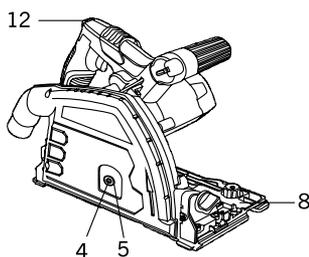
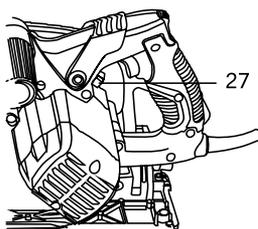

Fig. 1
Fig. 2
2. Appuyez sur le dégagement de plongée (12), tournez la tête de scie dans le sens horaire jusqu'à ce que le boulon de fixation de la lame et la fenêtre de protection soient dans la même position. (Fig. 1)
3. Insérez la clé hexagonale pour lame de 5 mm dans le boulon de fixation de la lame (4). (Fig. 1)
4. Appuyez sur le levier de verrouillage de l'axe (27) (Fig. 2) et tournez la vis hexagonale de la lame dans le sens antihoraire et retirez la vis de la lame et la bride extérieure (5). (Fig. 1)
REMARQUE : Si l'arbre tourne avec la vis de la lame, appuyez sur le levier de verrouillage de la lame (27) et tournez lentement la vis de la lame jusqu'à ce que le levier de verrouillage enclenche l'axe (Fig. 2).
6. Placer la bride extérieure (5) sur l'arbre et vissez la vis de la lame (4) dans l'arbre. (Fig. 1)
REMARQUE: Appuyez sur le levier de verrouillage de l'axe (27) et tournez lentement la vis de la lame dans le sens horaire jusqu'à ce que le levier de verrouillage enclenche l'axe. Continuez de tourner la vis de la lame dans le sens horaire jusqu'à ce que la lame soit fermement serrée sur l'axe. (Fig. 2)